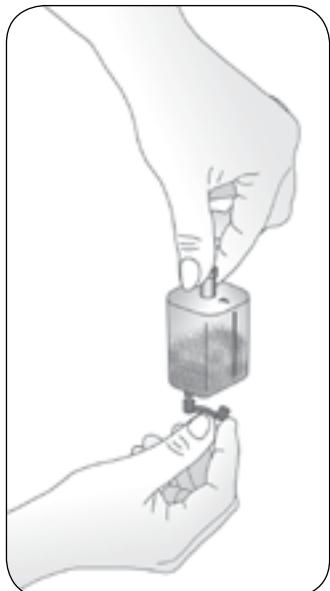
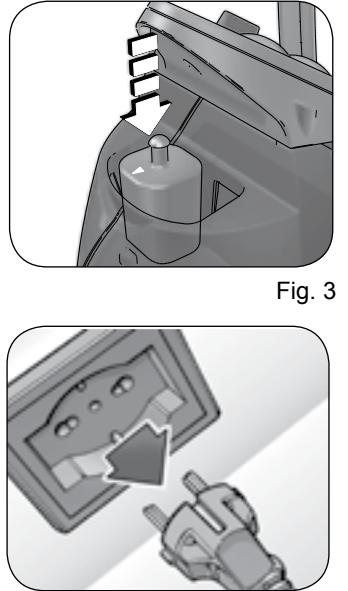

Fig. 2
Fig. 3
Aprire il serbatoio togliendo il coperchio (C). Liberare la cartuccia anticalcare (B) dal cappuccio protettivo Fig. 2. Inserire la cartuccia anticalcare all'interno del serbatoio (Fig. 3).
Abiate cura che la freccia rossa riportata sulla cartuccia sia rivolta in direzione della corrispondente freccia posizionata sopra il serbatoio dell'apparecchio (Fig. 3).